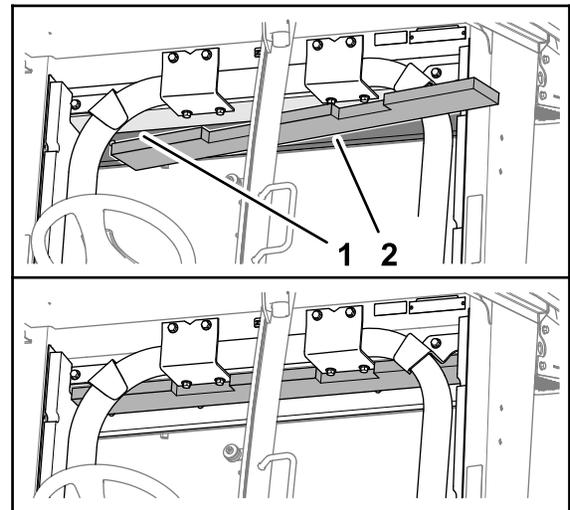

Figura 31
3. Rimuovete la pellicola di protezione e montate il cuscinetto superiore del soffitto sulla staffa del supporto del ROPS (Figura 31).